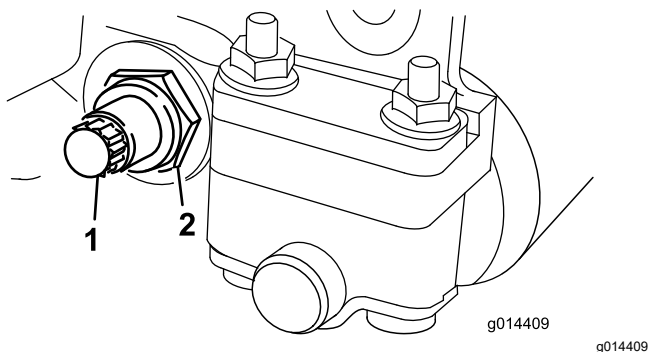

Рисунок 18
- С каждой стороны машины ослабьте контргайку, крепящую болт планки неподвижного ножа (Рисунок 18).
- Выверните все болты планки неподвижного ножа, потяните планку вниз и отсоедините от режущего блока (Рисунок 18).